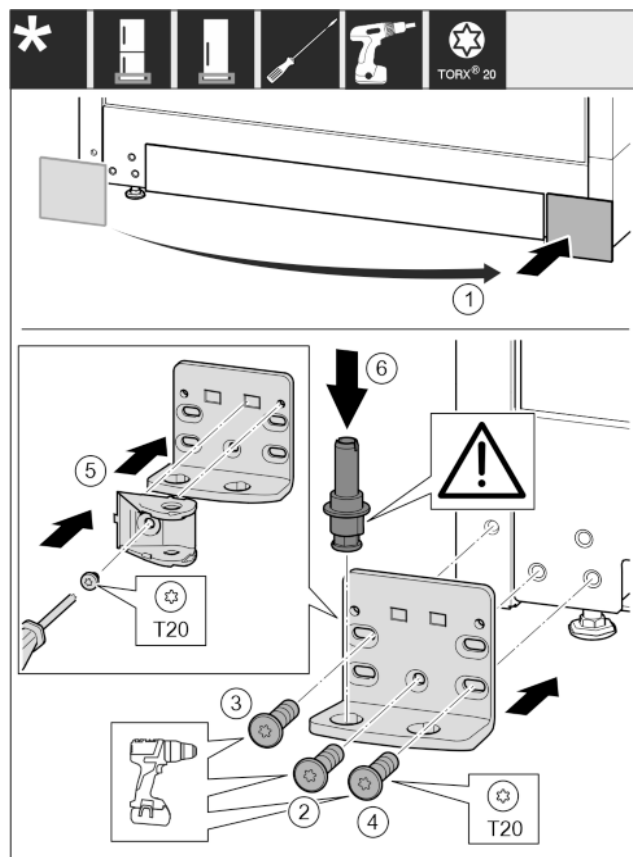

Fig. 28
- Skinite pokrov i postavite ga na drugoj strani. Fig. 28 (1)
- Postavite podložak ležaja na drugoj strani i zavijte pomoću odvijača T20. Započnite s vijkom 2 dolje u sredini. Fig. 28 (2)
- Pritegnite vijak 3 i 4. Fig. 28 (3,4)
- Okrenite spojni element prigušivača zatvaranja za 180°. Na drugoj strani podloška ležaja zavijte pomoću odvijača T20. Fig. 28 (5)
- Kompletno umetnite podložak ležaja. Pri tome pazite da je ispušćenje za blokiranje okrenuto prema otpramku. Fig. 28 (6)